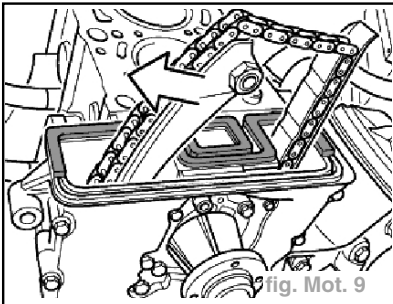

fig. Mot. 9
- Poser la culasse en poussant le tendeur vers l'extérieur. (fig. Mot. 9)